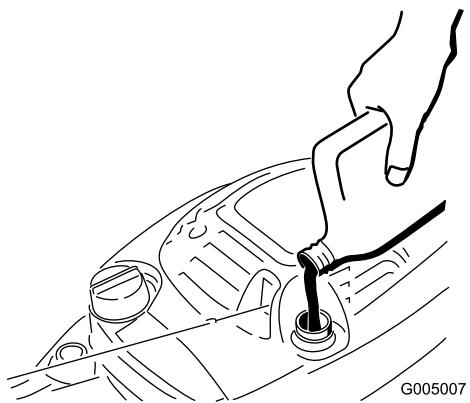

Figure 35
- Versez de l'huile **lentement** dans le goulot de remplissage pour faire monter le niveau de liquide jusqu'au repère du plein (**Full**) sur la jauge (Figure 35). **Ne remplissez pas excessivement.** (Remplissage max. : 0,59 l (20 onces), type : huile détergente SAE 30W de classe de service API SF, SG, SH, SJ, SL ou supérieure.